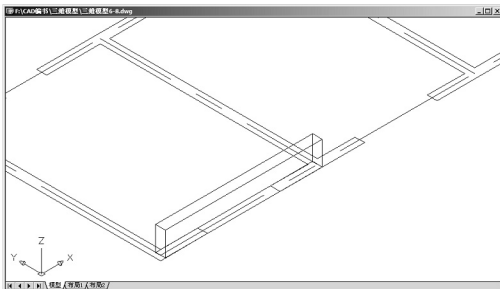

图 6.8 改变墙体的厚度
(4) 利用【对象特性管理器】对话框将厚度修改为“600”，结果如图 6.8 所示。